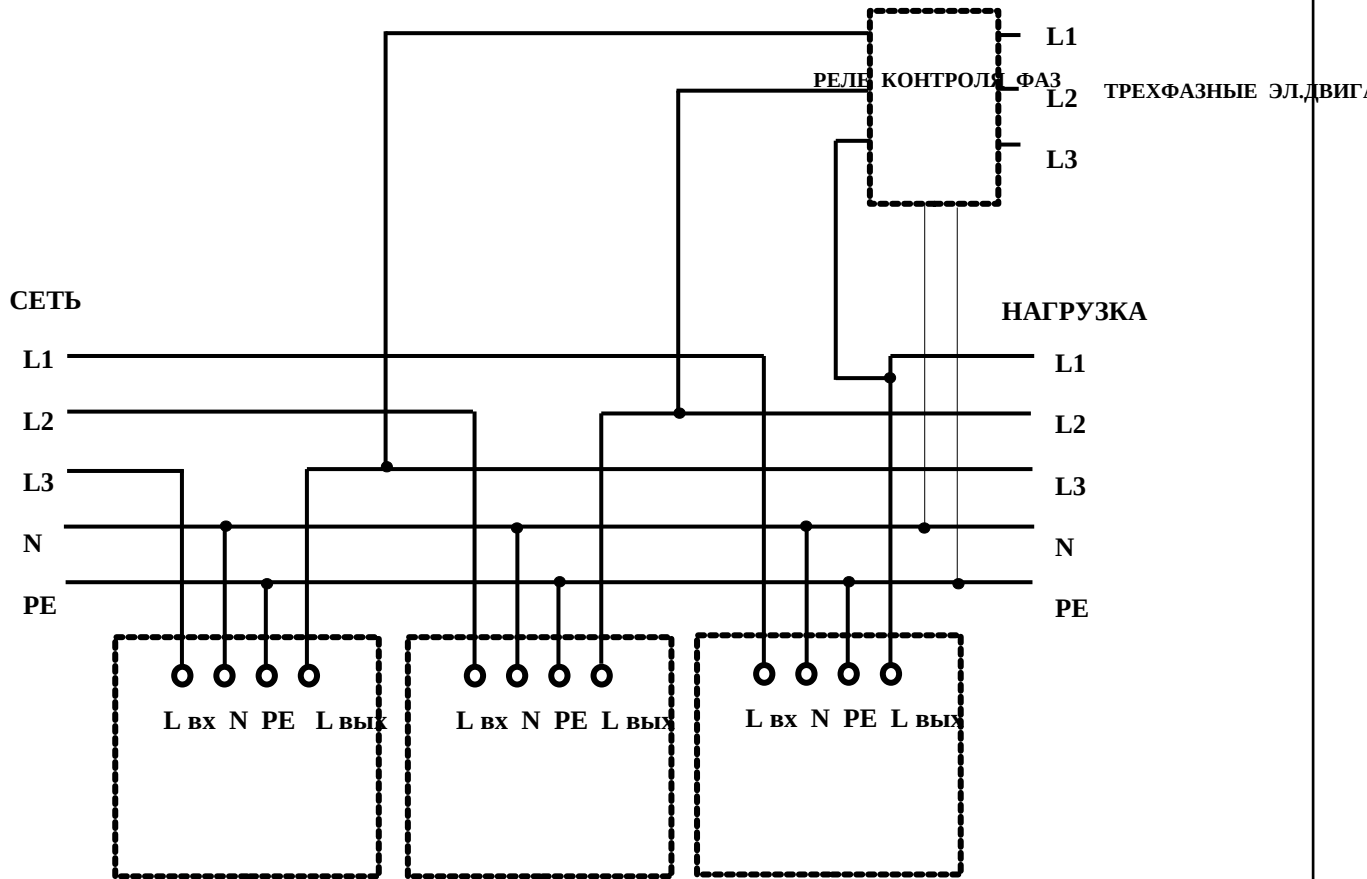

Рис.1 Схема включения однофазных стабилизаторов по схеме "Звезда" для формирования тр
1.3.2. Для однофазной сети (маркировка в финансовых документах СНЭ-О) используется один блок (рис.2), для трехфазной сети (маркировка в финансовых документах СНЭ-Т) необходимо три блока СНЭ-О, включенных по схеме «звезда» (рис.1).
2.2.5. Произвести подключение входных и выходных проводов по схеме (рис.1) сечением, не менее указанного в таблице п/п1.2.16, согласно маркировке на клеммной коробке (рис.2 поз.4):
Производить подключение трехфазных стабилизаторов по схемам, не указанным в приложении (рис.1) или не согласованных с изготовителем.